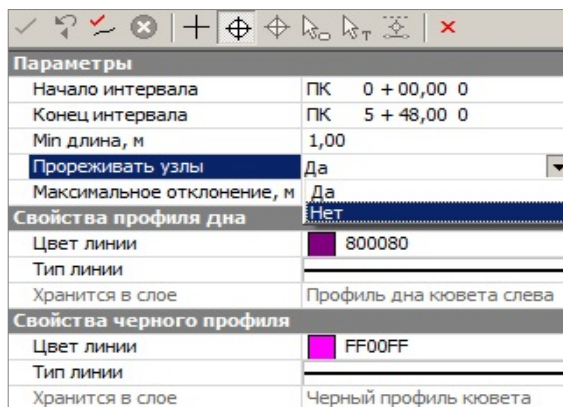

Рис. 21.4
2. В окне параметров можно изменить значение минимальной длины участка профиля, который может быть создан в результате расчета, а также выполнить прореживание узлов, тем самым объединяя короткие отрезки профиля между расчетными точками (шаг расчета принят ≈ 1 м) с незначительным изменением уклона в отрезки большей длины (рис. 21.4).